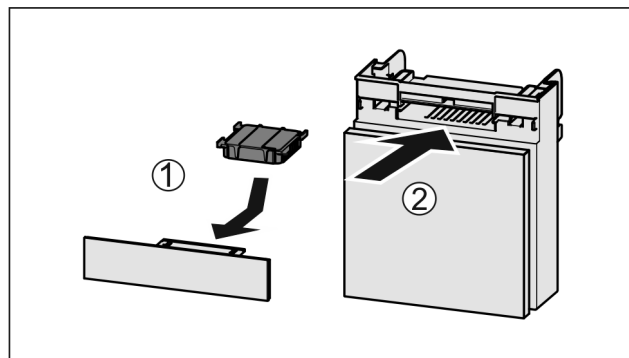

Fig. 119
- Insérer le filtre à charbon actif d'après le schéma Fig. 119 (1).
- Insérer le compartiment Fig. 119 (2).